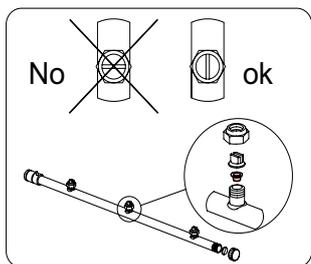

fig. 29
- Extraiga los brazos de lavado y aclarado y limpie con esmero las boquillas y los filtros de las boquillas de aclarado con agua corriente (volver a montar correctamente - ver fig. 29).